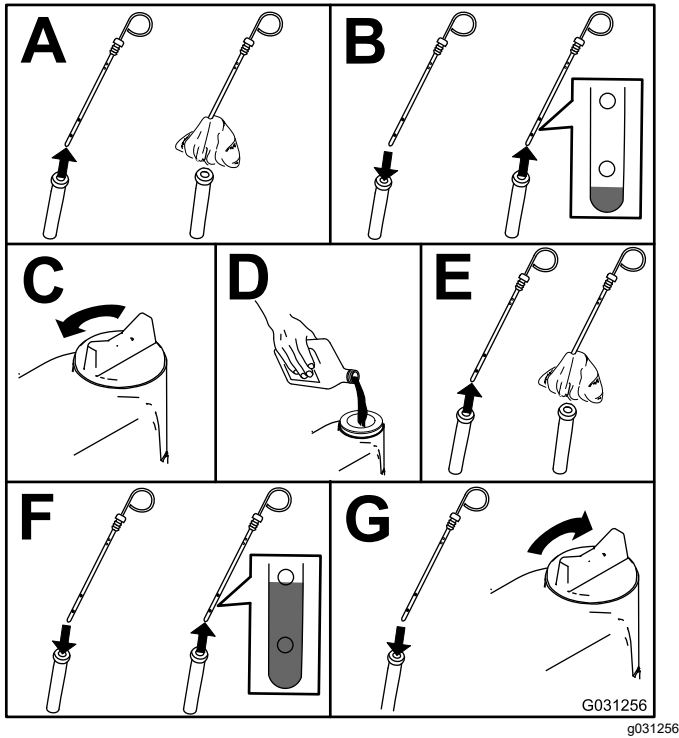

Figura 52
- Verificação do nível de óleo do motor; consulte Figura 52.